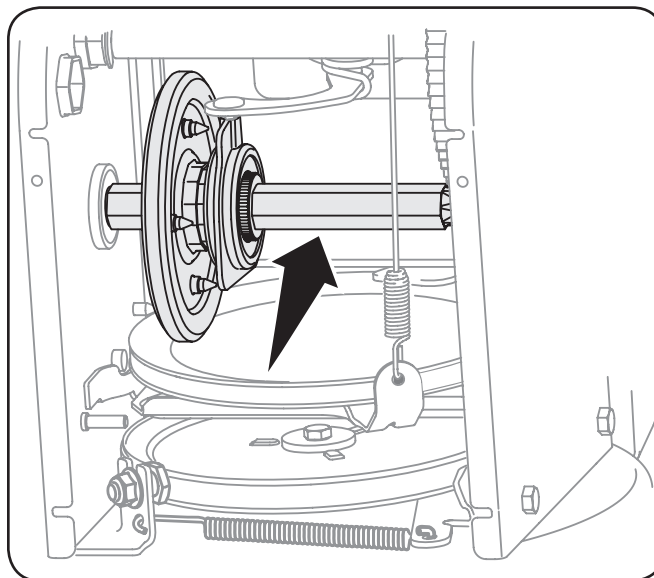

Figura 6-2
4. Aplique al eje hexagonal una capa ligera de Bostik Never-Seez® de grado normal. Consulte la Figura 6-2.